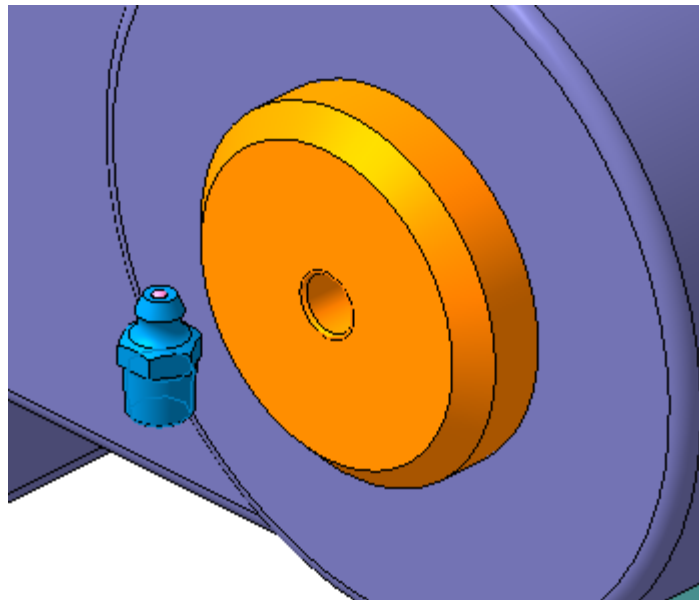

Рисунок 23.
- Поверните сборку и увеличьте место установки Масленки (рис.23).